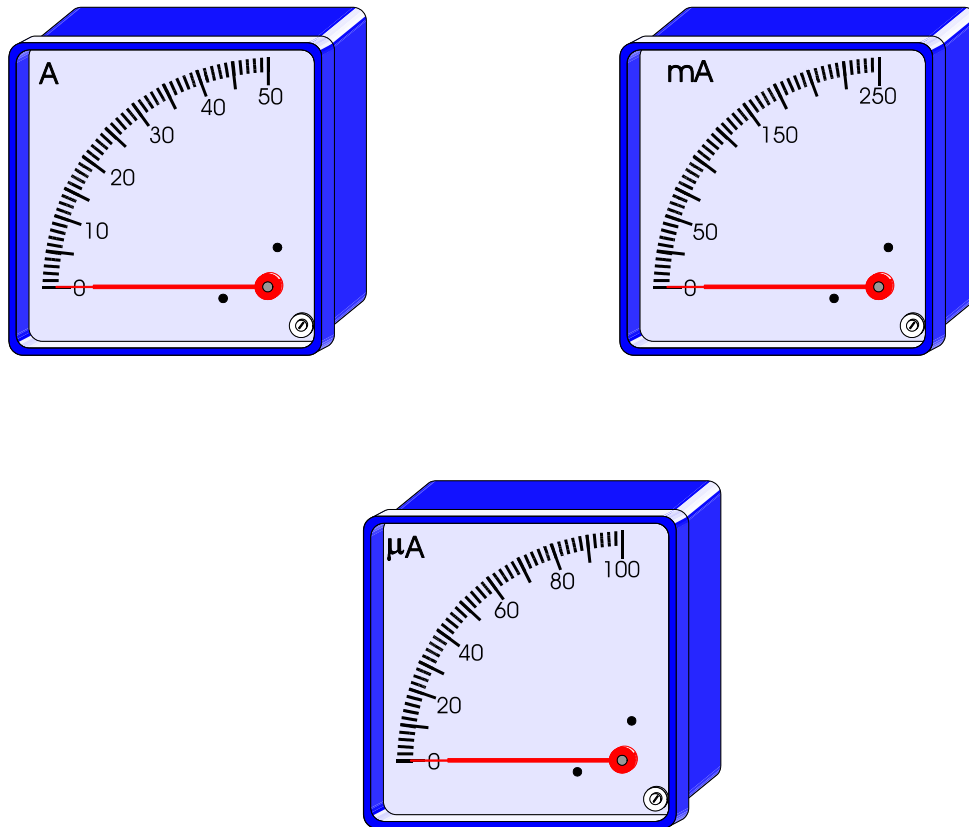

Fig.1 Amperímetro, miliamperímetro e microamperímetro típicos.
São instrumentos simples destinados à medição da intensidade da corrente. Dependendo da estimativa do valor que será medido, escolhe-se um dos três tipos. A **Fig.1** mostra um amperímetro (A), um miliamperímetro (mA) e um microamperímetro (μA).